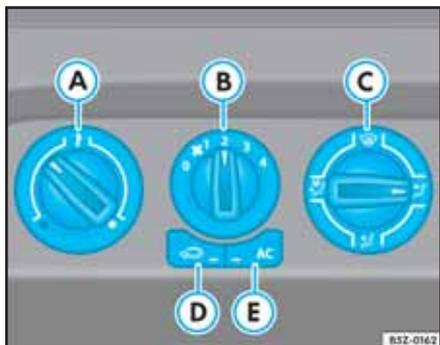

Fig. 122 En el panel instrumentos: mandos del aire Acondicionado
- Apague el aire acondicionado presionando la tecla ⇒ fig. 122 (AC) o corte la recirculación del aire presionando la tecla (↻). Las luces de la teclas se apagan.
- Gire el interruptor de la temperatura ⇒ fig. 122 (A) hacia la derecha, hasta alcanzar la temperatura deseada.
- Gire el interruptor del ventilador ⇒ fig. 122 (B) para una de las 4 velocidades.
- Posicione el interruptor de distribución de aire (C) para direccionar el flujo de aire hacia la posición deseada:  (para el parabrisa),  (para el área del tórax),  (para el área de los pies) y  (para el área del parabrisa y los pies).
Cuando el interruptor ⇒ fig. 122 (C) se encuentre en la posición  (área del tórax), tendrá que haber, por lo menos, un difusor abierto en el panel de instrumentos, para no congelar el sistema de refrigeración. ◀
En el modo de recirculación del aire  ⇒ página 128, fig. 122 , se evita la entrada de olores fuertes en el interior del vehículo, como los encontrados, por ejemplo, al atravesar un túnel o en un embotellamiento ⇒  en “Mandos”, página 127.
- Gire el interruptor  ⇒ página 128, fig. 122 hasta la velocidad máxima 4.